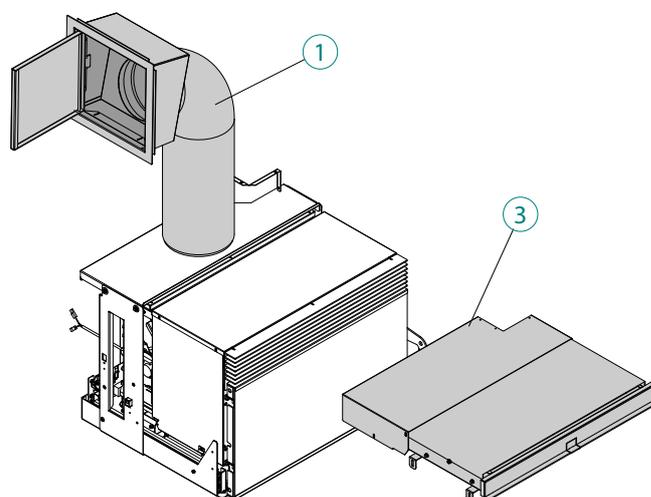

Abb. 6.4.2
- B) Frontladeschublade für die Ausführung mit Frontluftauslass „3“ (Abb. 6.4.2)